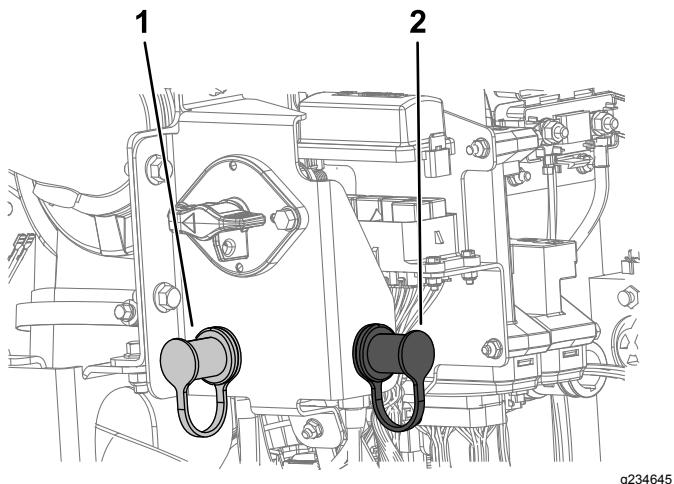

Рисунок 98
- Снимите крышку со штыря запуска от внешнего источника (Рисунок 98).
- Подсоедините положительный (+) соединительный кабель к положительному штырю внешнего источника (Рисунок 98).
- Подсоедините отрицательный (-) соединительный кабель к точке заземления, такой как неокрашенный болт или деталь шасси (Рисунок 98).
- Когда двигатель запустится, другой человек должен отсоединить отрицательный (-) соединительный кабель от рамы и затем положительный (+) соединительный кабель (Рисунок 98).